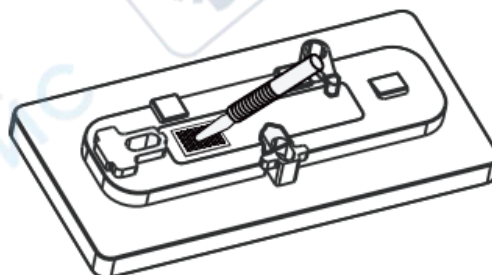

Рисунок 13
8. Извлеките плату, демонтируйте процессор, установите температуру 180°C и удалите клей (рисунок 13).